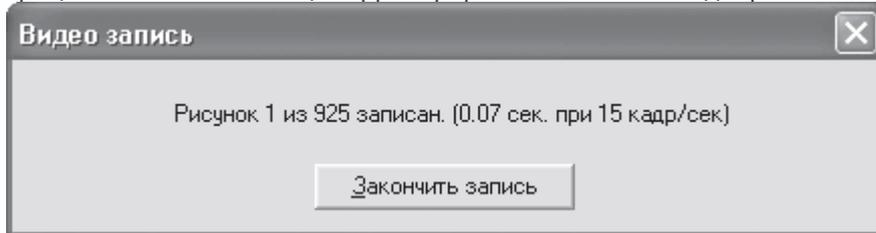

Рис. 5.49. Окно Видеозапись
7. После настройки всех параметров в окне Сжатие можно приступать собственно к сохранению видеоролика. Во время создания AVI-файла на экране будет неизменно присутствовать окно Видеозапись (рис. 5.49), фиксирующее состояние процесса записи анимации. Для прерывания записи видеоролика нажмите кнопку Закончить запись.